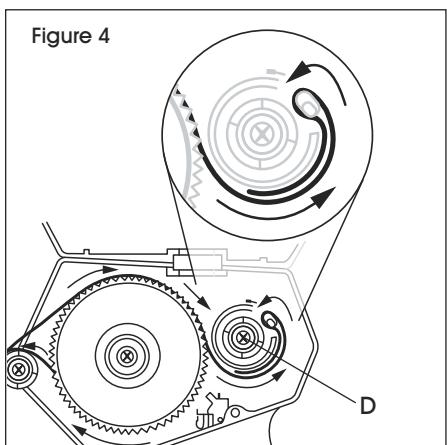

Figure 4
4. Release trigger and rotate rewind hub (D) counterclockwise to tighten liner. Close cover. (See Figure 4)
4. Relâchez la détente et faites tourner le moyeu de rebobinage (D) en sens antihoraire pour tendre la doublure. Refermez le couvercle. (Voir Figure 4)